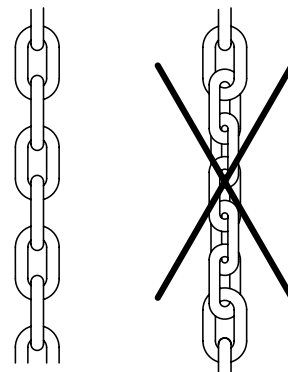

Abb. 2: Veränderung der Haspelkettenlänge
Veränderung der Haspelkettenlänge (Abb. 2)
- Bei Veränderung der Haspelkettenlänge darauf achten, dass die Haspelkette nicht in sich verdreht montiert wird (Abb. 2).
Zur Einstellung muss der ELEKTROMAT® elektrisch angeschlossen sein. Die Endschalterplatine (Abb. 2: Endschalterplatine mit 7 Endschaltern) mit den Endschaltern ist nach Abschrauben der Endschalterhaube zugänglich. Sind noch keine externen Befehlsgeräte angeschlossen, kann bei mitgelieferter Wendeschützsteuerung über die eingebauten AUF, ZU und STOPP Taster (S11-13) das Tor im Totmann-Betrieb bewegt werden.